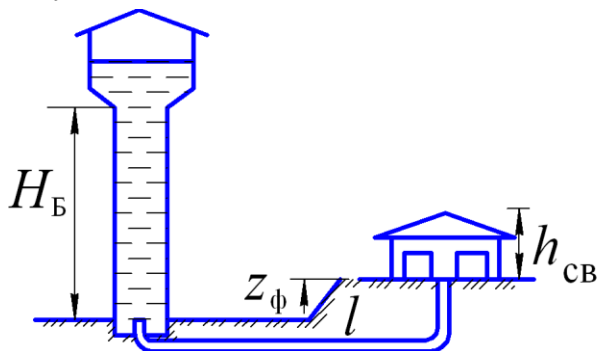

Рисунок 4.19
**Задача 36** (рис.4.19). Определить диаметр водовода, соединяющего водонапорную башню с фермой и построить пьезометрическую линию при следующих условиях: расход воды  $Q$ , отметка уровня воды в водонапорной башне  $H_A$ , геометрическая высота расположения фермы  $Z_\Phi$ , свободный напор в конечном пункте водовода  $h_{св}$ . В случае расхождения между уточненным и заданным свободным напором более, чем на 15%, водовод следует разбить на два участка с разными диаметрами, соединенными последовательно. Исходные данные к задаче приведены в табл. 36
**Задача 37** (рис.4.19). Вода из водонапорной башни подается по горизонтальному трубопроводу диаметром  $d$  на расстояние  $\ell$ .